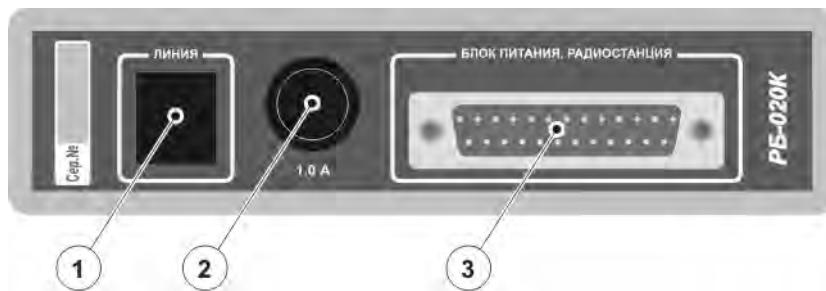

Рисунок 4. Задняя панель Контроллера Радиостанции.
4. Подключите 25-и контактный разъём кабеля РБ-020КС-070-01 к разъёму 3 (Рисунок 4) Контроллера Радиостанции, зафиксируйте винтами.
- не горит — радиостанция выключена или не подключена к разъёму 3 (Рисунок 4) Контроллера Радиостанции;